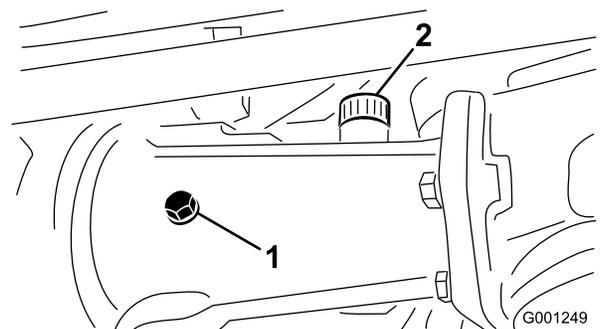
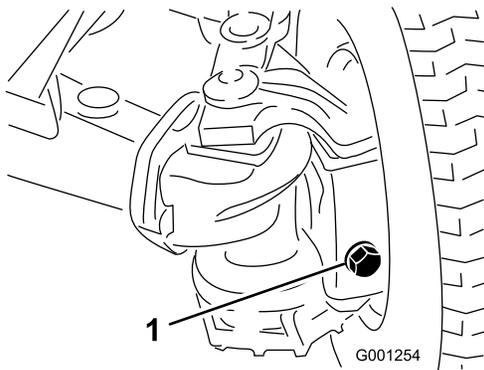

図 26
図 27
2. 点検プラグを取り、オイルが各穴の下の縁までであることを確認する。量が不足している場合は、給油プラグを外し、点検プラグ (図 26 と 図 27) の穴の下の縁まで補給する。